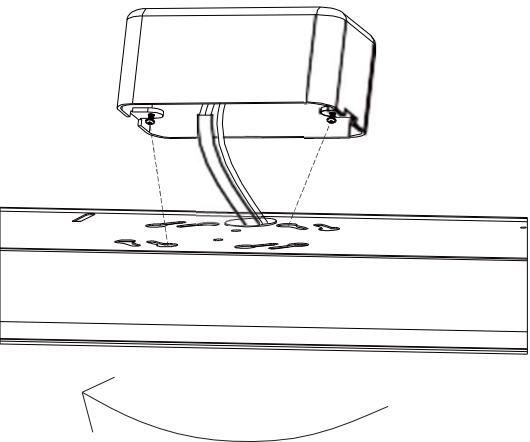

Figure 5
5. Turn the fixture base clockwise to secure the fixture in place. Tighten the small Philips Head screws and make sure the fixture does not move. **See Figure 5.**
5. *Tournez la base du luminaire dans le sens horaire pour le fixer en place. Serrez les petites vis à tête cruciforme et assurez-vous que le luminaire ne bouge pas. Reportez-vous à la Figure 5.*